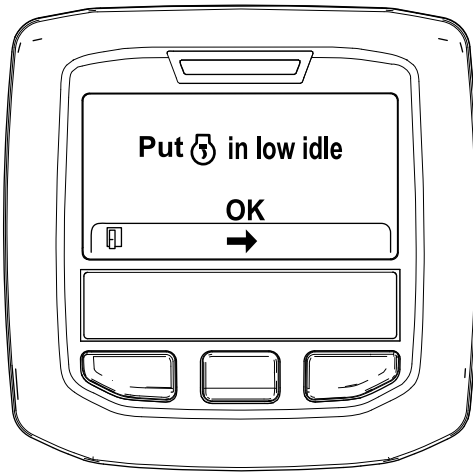

Figure 47
6. Placez la commande d'accélérateur en position de RALENTI et appuyez sur le bouton central (Figure 47).